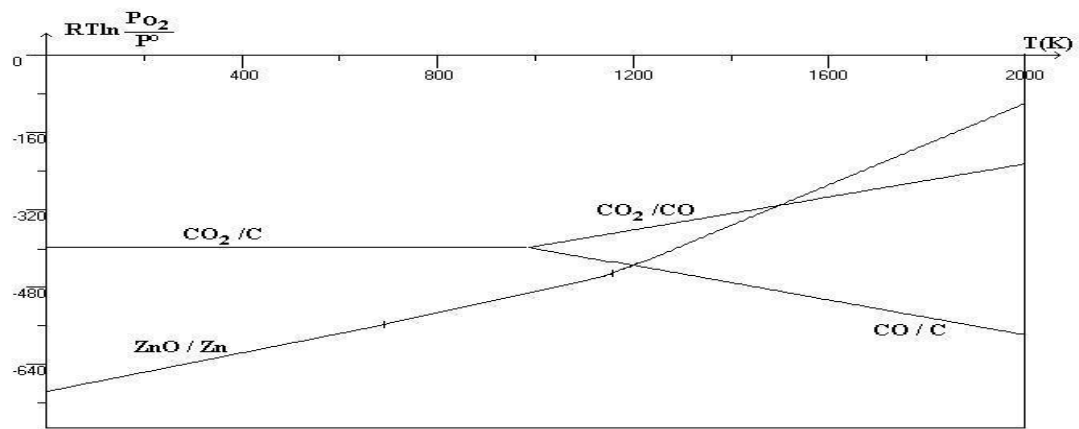

Figure 1 : Diagramme d'Ellingham
Une fois l'oxyde de zinc obtenu, il faut le réduire. La figure 1 donnée en annexe à la fin de l'énoncé représente le diagramme d'Ellingham du système $C/CO/CO_2$ et du couple ZnO/Zn .
- 7- On peut utiliser le carbone C pour réduire l'oxyde de zinc. Ecrire l'équation bilan de cette réaction. Selon la figure 1, à partir de quelle température la réaction sera-t-elle favorisée ? Calculer précisément cette valeur à partir des données. Pourquoi faut-il travailler en présence d'un excès de carbone ? Sous quel état se trouve le zinc obtenu ?